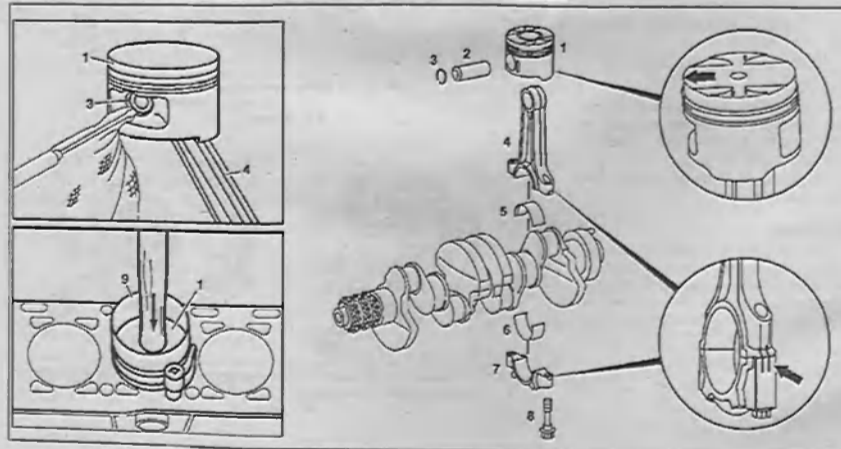

Рис. 3.11. Снятие и установка поршней:
5. Снимите шатунную крышку 7 и шатунный вкладыш 6 (рис. 3.11). Пометьте шатун 4 и крышку 7 относительно цилиндра со стороны выпускного коллектора (стрелка).